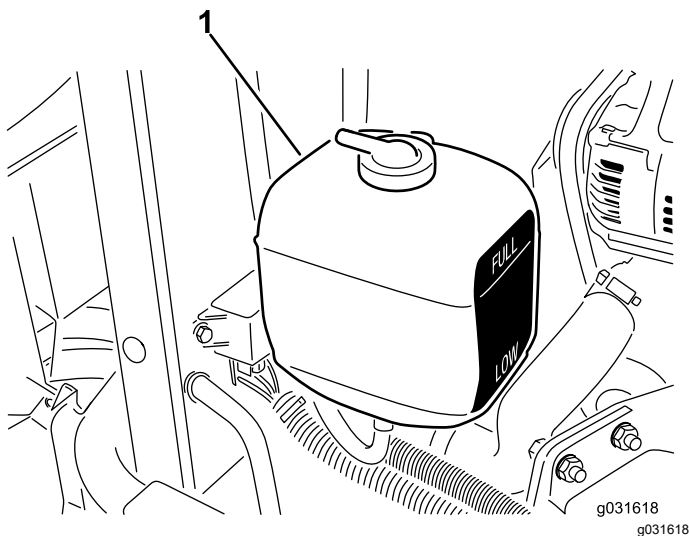

Figure 58
1. Vérifiez le niveau de liquide de refroidissement dans le vase d'expansion (Figure 58).